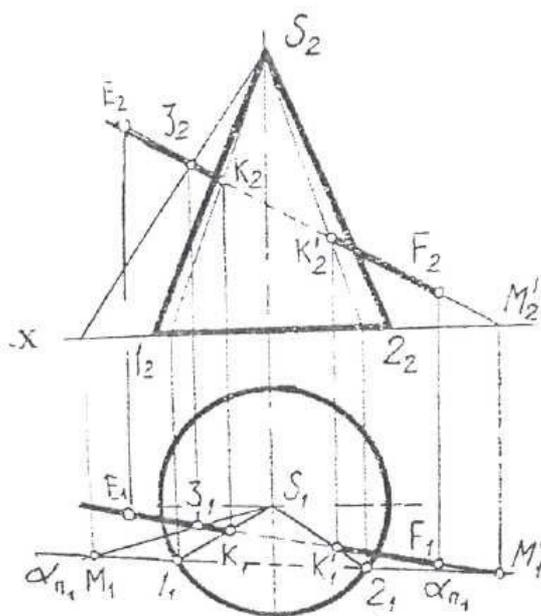

Рис. 16
**Точки пересечения прямой с поверхностью конуса.** Конус пресекаем заданной прямой  $EM$  и прямой проходящей через вершину конуса  $S$ . В сечении получаем на горизонтальной проекции треугольник  $I_1S_12_1$ . Остальные построения понятны из чертежа (рис.16).